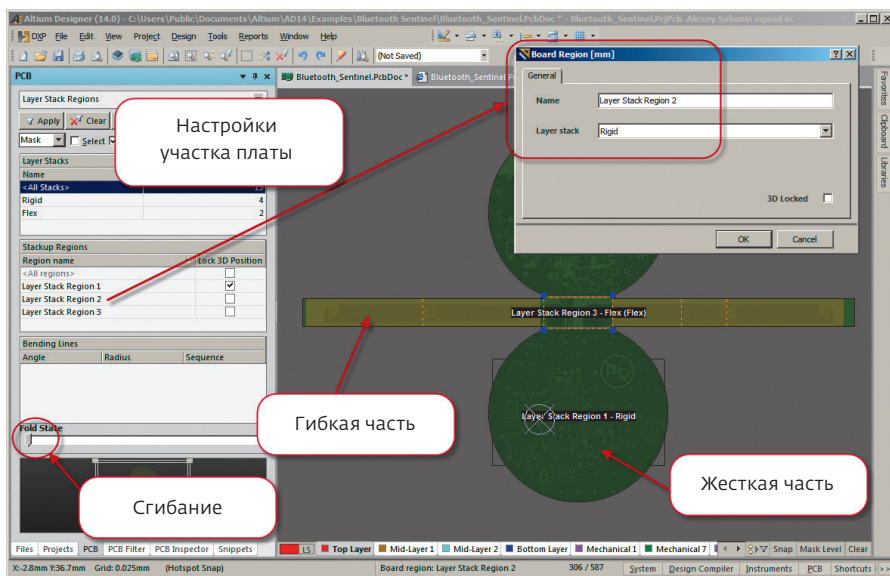

Рис.3. Управление параметрами различных участков платы
**Шаг 3** – разделение участков. Необходимо показать, где будут находиться участки, определяющие гибкие и жесткие части ГЖПП. Для этого используется отдельный режим работы с платой – Board Planning Mode, который дополняет ранее существовавшие режимы работы – 2D Layout Mode и 3D Layout Mode. Все они доступны в меню View или могут быть включены горячими клавишами 1, 2, 3 соответственно. После включения режима Board Planning Mode интерфейс программы изменится (рис.3) и в меню View появятся команды Define (Delete) Split Line – добавление (удаление) линий, разделяющих гиб-
кую и жесткую части. Такие линии рисуются поверх контура платы и могут быть только прямыми, соединяющими две точки, лежащие на контуре. Две части, на которые линия поделит плату, могут иметь индивидуальные настройки. В окне Board Region (см. рис.3) каждому участку можно дать пользовательское название и выбрать для него соответствующий стек из заданных на шаге 2.
**Шаг 4** – линии сгиба гибкой части ГЖПП. Линии сгиба создаются в режиме Board Planning Mode (см. рис.3). Для этого используется инструмент Design → Define Bending Line, который может быть применен только к гибкой части ГЖПП. Линия сгиба должна соединять две точки контура гибкой части и может представлять собой только один отрезок. В свойствах линии сгиба (окно Bending Lines) можно указать угол и радиус сгиба.
в том виде, в котором она будет использована в конечном изделии. Для этого используется маркер Fold State в панели РСВ (см. рис.3). Такой просмотр позволит определить сопряжение между компонентами, размещенными на разных жестких частях ГЖПП.